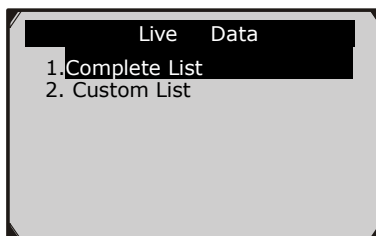

Рисунок 6.10
- 1) Для просмотра полного набора данных используйте кнопки прокрутки **ВВЕРХ/ВНИЗ** для выбора пункта **Complete List** (Полный список) на экране **Live Data** и нажмите **ОК**. (Рисунок 6.10)